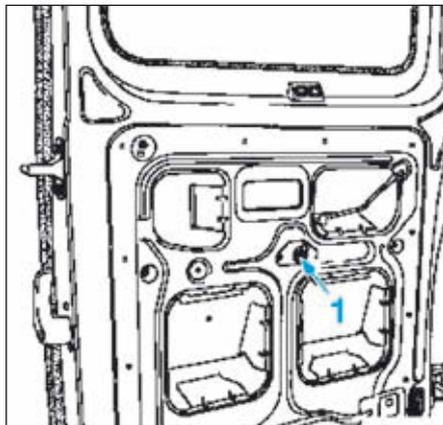

FIG.147
- Dégager le passe-fil du faisceau (1) (Fig.147) et dégraffer celui-ci afin de le retirer du caisson de porte.